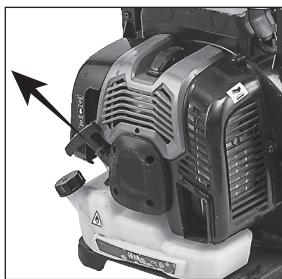

Рис. 20
6. Придерживая устройство левой рукой, плавно потяните рукоятку стартера до момента зацепления в механизме стартера. После появления сопротивления энергично вытяните шнур на 50–60 см (рис. 20). Во избежание повреждения корпуса стартера не бросайте рукоятку стартера, плавно верните ее в исходное положение. Повторите данные действия до появления первой вспышки.